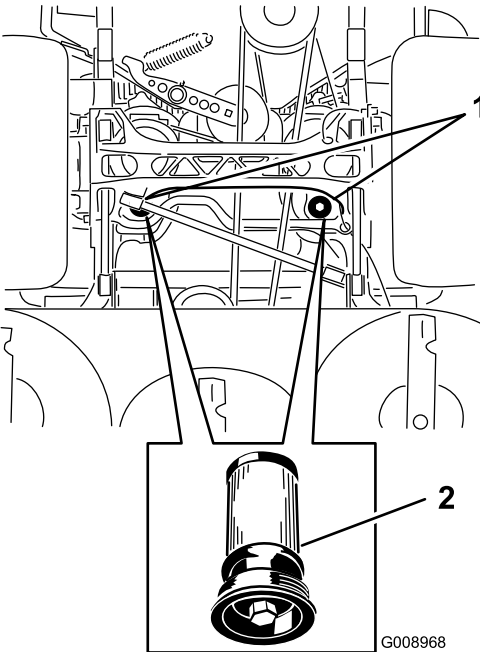

**Figure 86**
3. Soulevez la machine sur des chandelles (Figure 86).
9. Retirez les chandelles et abaissez la machine (Figure 86).